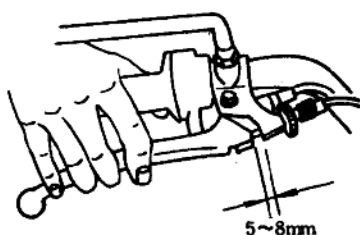

图 1-3 检查前制动握把自由间隙
(6) 检查油门转把转动是否灵活。加大油门后放开手,油门应当自行回到关闭位置。
(7) 检查前制动握把自由间隙,通常为 5~8mm,如图 1-3 所示。